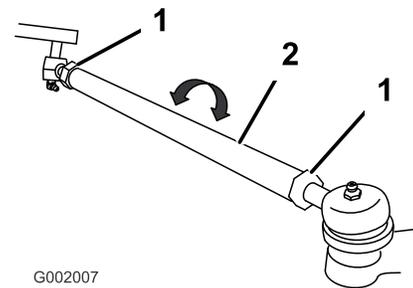

図 51
5. 前後の測定値の差が所定範囲にない場合、タイロッド両端のジャムナットを外して調整を行う(図 51)。